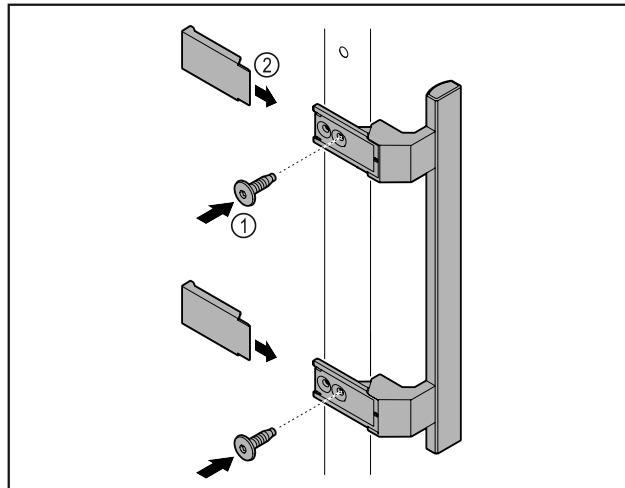

Fig. 2
- Ручку з комплекту додаткового обладнання з доданими гвинтами Fig. 2 (1) розмістити на дверях.
- Одягти кришку Fig. 2 (2).